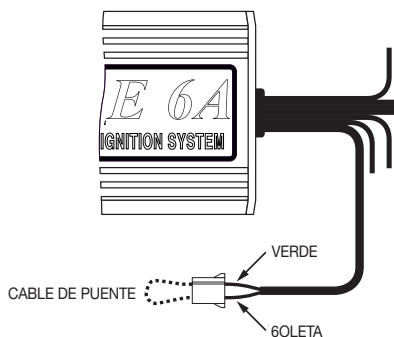

FIGURA 7
**Si se dispara con el circuito de absorción magnética: (Consulte la figura 7)**